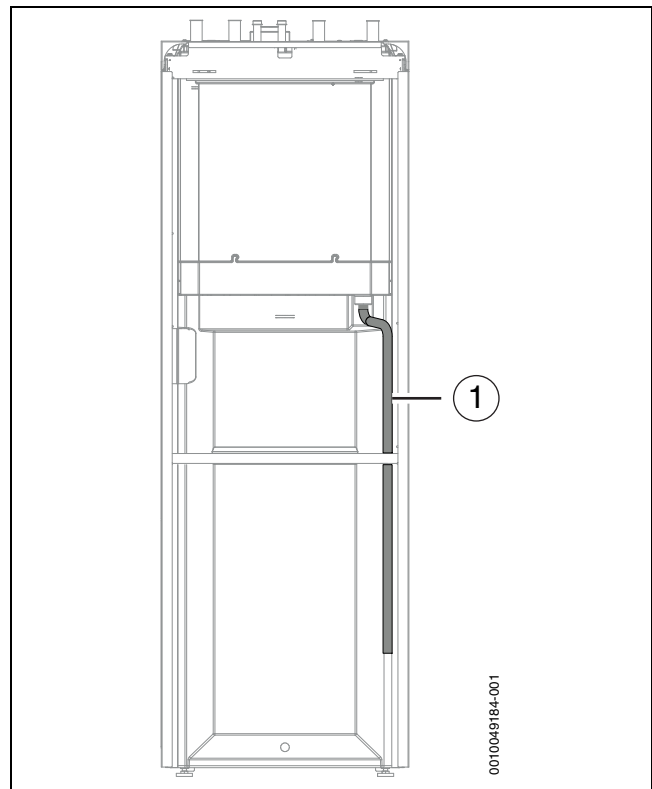

Bild 28 Rückseite der Inneneinheit
1. Falls nicht vorinstalliert, installieren Sie den Ablaufschlauch gemäß → Bild 28.